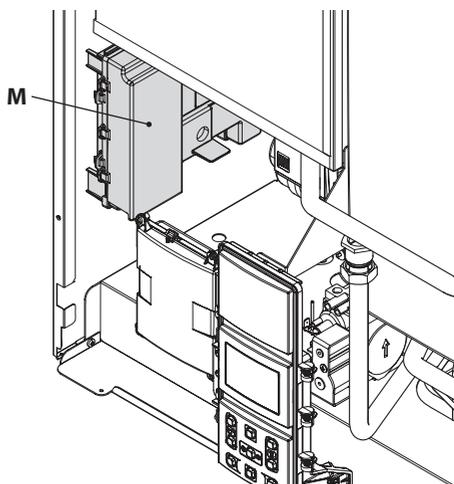

Figura 5.17
- Localice la tapa de cobertura de la bornera **M** (Figura 5.17) y ábrala.